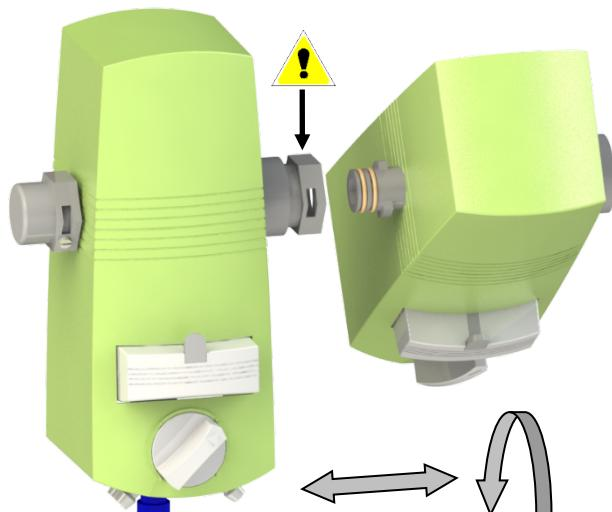
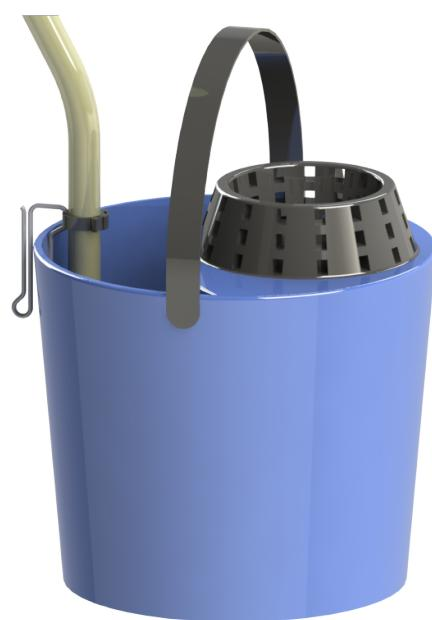

Fig. 7
Fig. 8
5. Conecte o equipamento uns aos outros posicionando-os em 60° e pressionando até que ele pare (fig. 7). Finalmente, eles são girados um para o outro (fig. 8) e colocados nas montagens de parede.